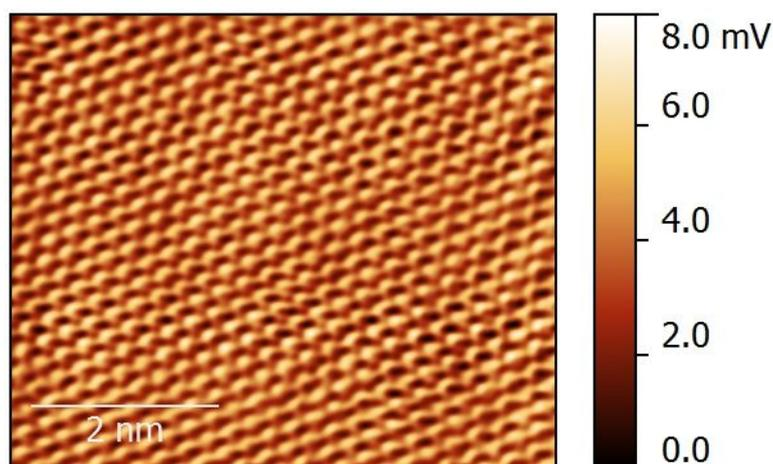

Рис.5 СЗМ-изображение поверхности пиролитического графита
9. По данным СЗМ (рис. 5) оцените период кристаллической решетки пиролитического графита